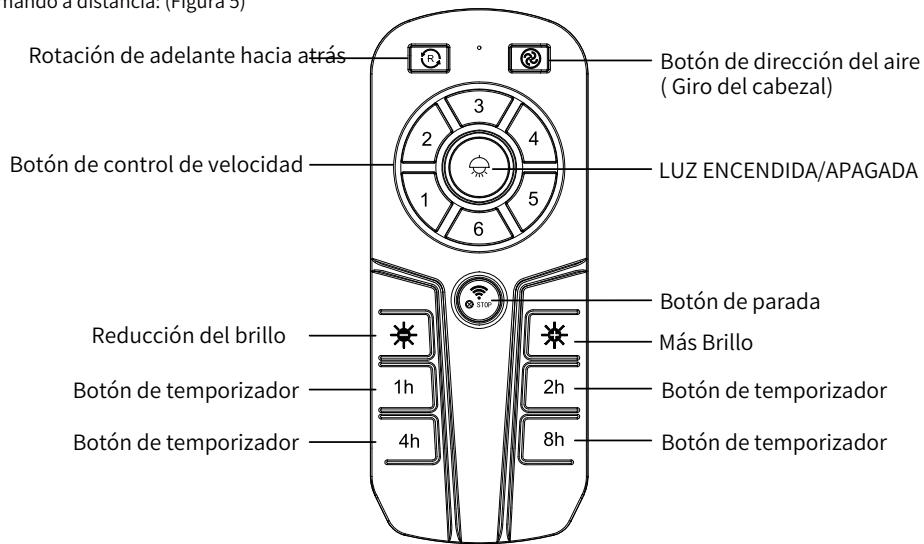

Figura 5
- Funciones del mando a distancia: (Figura 5)